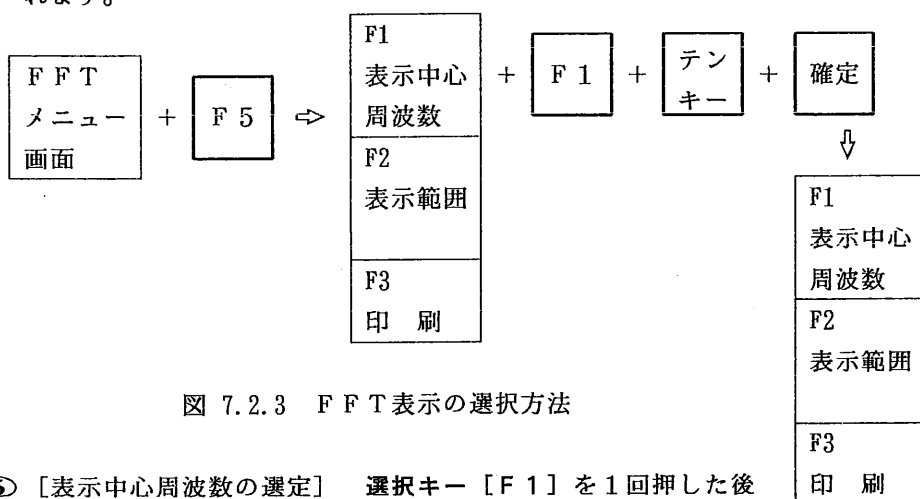

図 7.2.3 FFT表示の選択方法
- ③ [窓関数の選択] [自動] モードを選択すると、窓関数は自動的に[矩形]に設定されます。選択キー[F3]を押してもメニューエリアには選択メニューが表示されません。
- ④ [表示様式の選定] 選択キー[F5]を1回押します。図 7.2.3のメニューが表示されます。